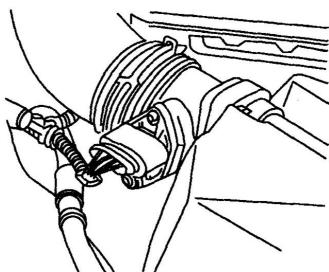

图 1-12 拔下空气流量计的电线插头
- (9) 松开散热器的上水管的夹箍, 拔下散热器的上水管。
(10) 旋松电动冷却风扇的 4 个紧固螺栓, 拆下电动冷却风扇和散热器。
(11) 拔下空气流量计的电线插头, 如图 1-12 所示。